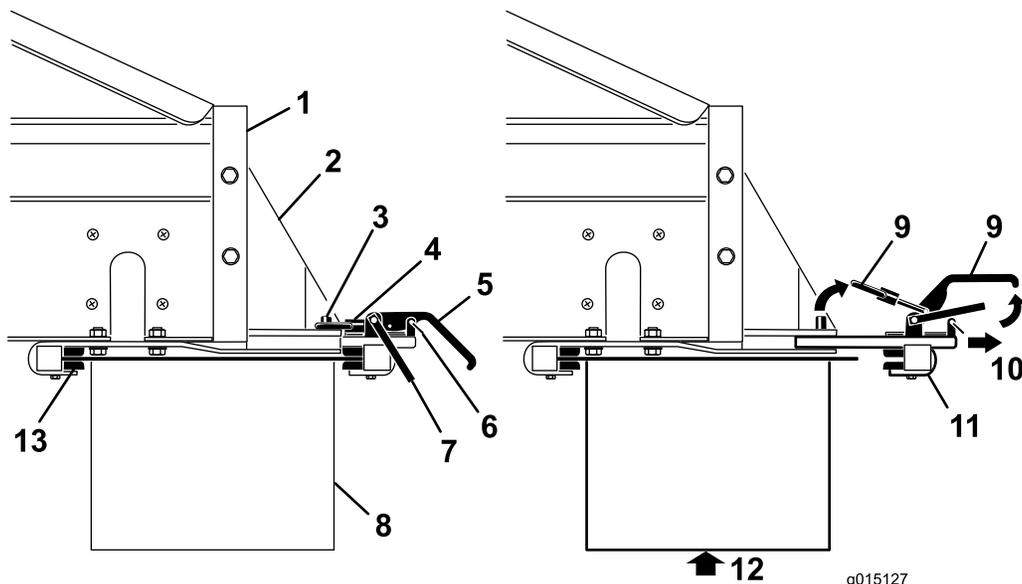

図 29
1. クランプのハンドルから、安全ラッチクリップを外す (図 29)。
2. 安全ラッチを立て、アタッチメント側のクランプハンドルを開いてロックピンからロックリングを外す (図 29)。
3. クイックアタッチスロットから、後クランプアセンブリを引き出す (図 29)。
4. 誰かに補助してもらってツインスピナーを持ち上げ、スピナーの前端を MH-400 の下の前クランプブラケットにセットする (図 29)。
5. ツインスピナーを持ち上げたまま、後クランプアセンブリをクイックアタッチスロットに戻し、スピナーの後端部にセットする (図 29)。
7. クランプのハンドルに、安全ラッチクリップを元通りに取り付ける (図 29)。